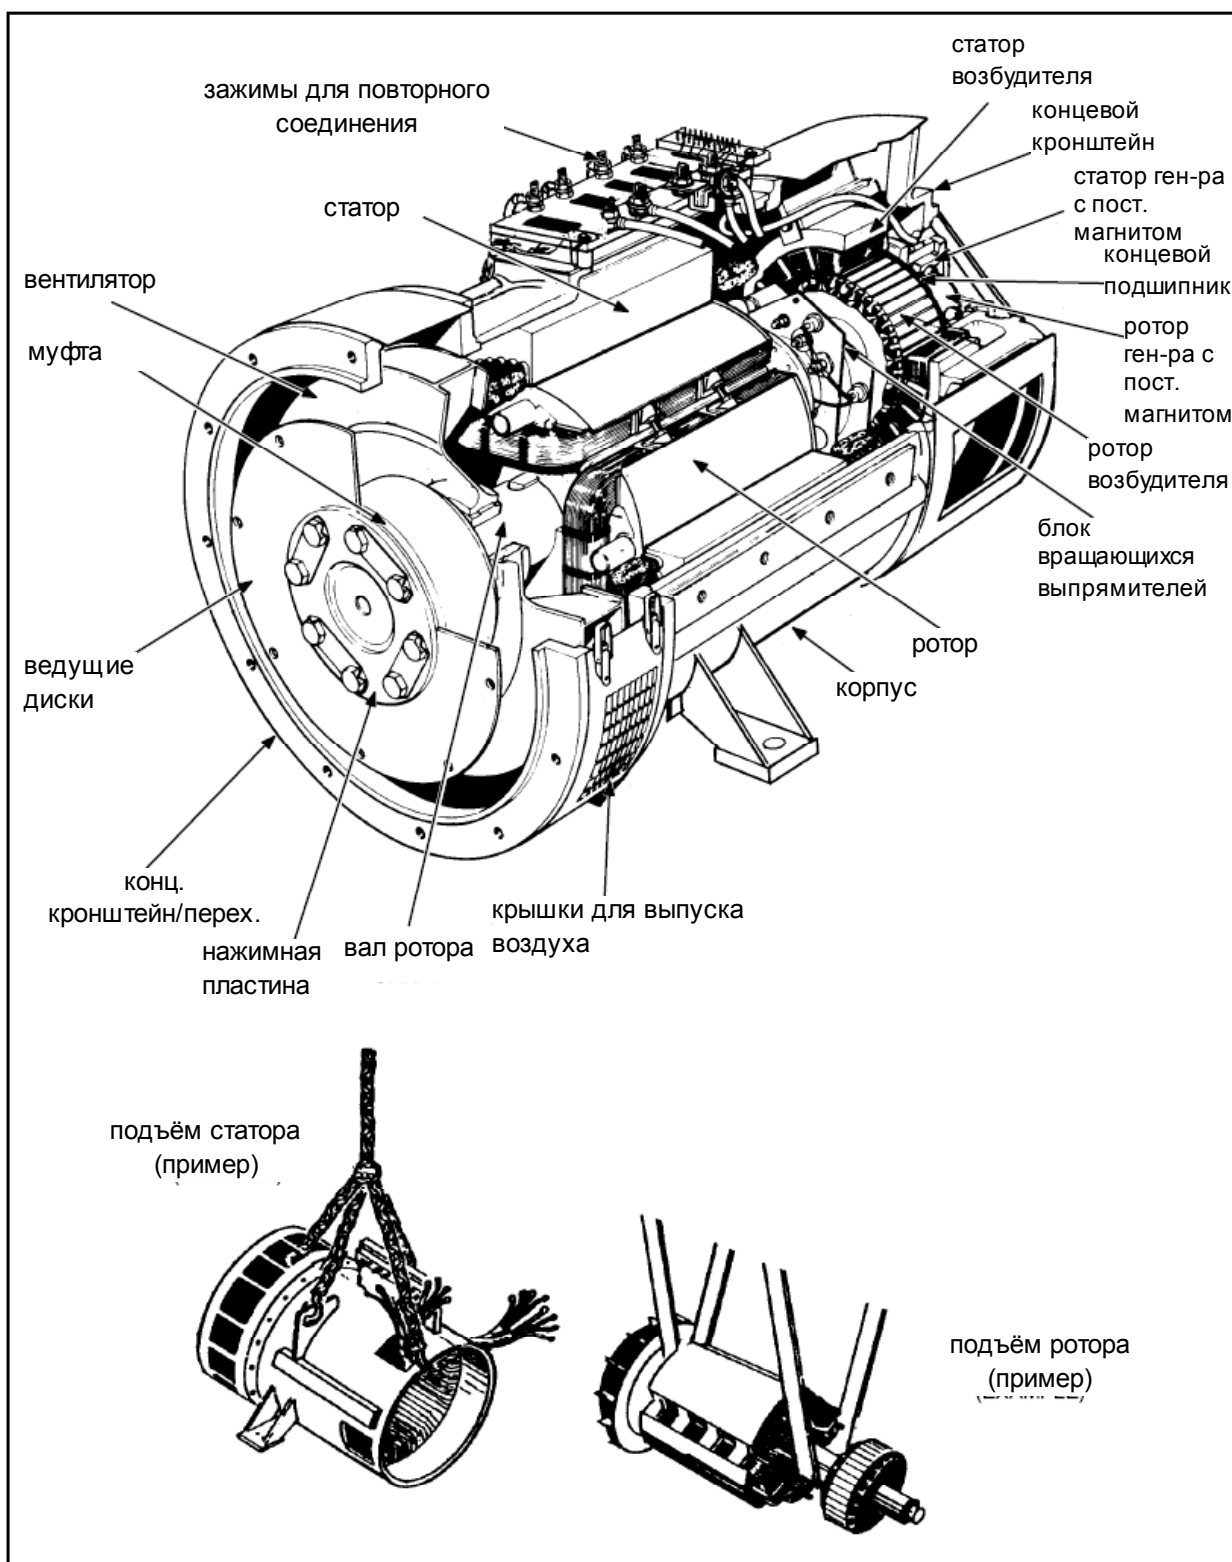

Рисунок 6-11. Стандартный генератор в сборе
22. При помощи вилочного подъемника поместите подъемную балку вилочного подъемника (внутри и на одной оси с генератором) под вал ротора. Слегка приподнимите вал ротора таким образом, чтобы ротор не опирался на внутреннюю сторону блока статоров. Смотрите рисунок 6-11.
25. Переустановите или используйте подъемное устройство или грузоподъемный строп для поддержки ведущего ротора и уберите вилочный подъемник. Смотрите рисунок 6-11, устройство для поднятия ротора.
19. При помощи колпачковых винтов и плоских шайб прикрепите ведущий диск блока роторов к маховику. Нормативные моменты затяжки смотрите на рисунке 6-13 и в таблице 6-4. Не допускайте свисания блока роторов над маховиком двигателя. (Смотрите рисунок 6-11).
21. При помощи вилочного подъёмника поместите подъёмную балку вилочного подъёмника (внутри и на одной оси с генератором) под вал ротора. Слегка приподнимите вал ротора таким образом, чтобы ротор не опирался на внутреннюю сторону блока статоров. Смотрите рисунок 6-11.